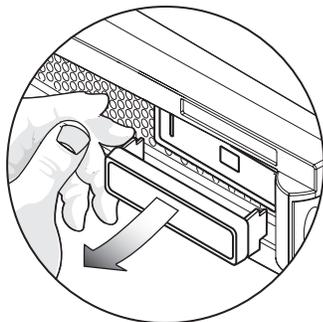

图 1-5 将右侧的固定片拉离面板
2. 将右侧的固定片拉离面板，使名牌与面板脱开（请参见图 1-5）。